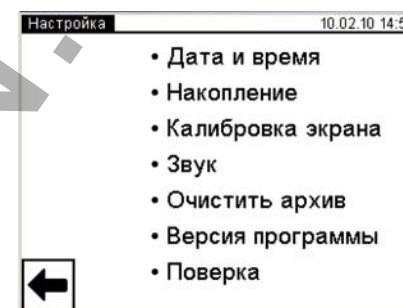

Рисунок 6.4
- 4) Перейти в режим настройки, для чего в окне "Главное меню" нажать на кнопку , на экране откроется окно "Настройка" (рисунок 6.4).
- 3) Для очистки архива нажать на кнопку  Да на экране появится окно "Настройка" (рисунок 6.4).